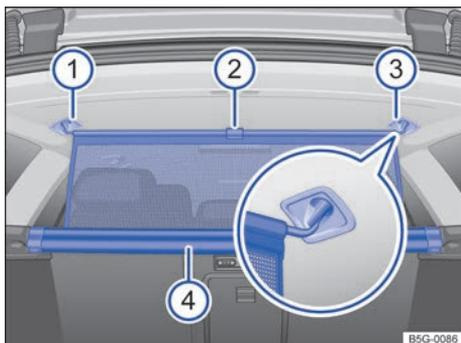

Fig. 163 En el maletero: enganchar la red de separación.
- Extraiga la red de separación de la carcasa ④ tirando hacia arriba de la lengüeta → fig. 163 ②.
- Enganche la red en el lado derecho → fig. 163 ③ (imagen ampliada).
- Enganche la red en el alojamiento del lado izquierdo → fig. 163 ① comprimiendo la barra transversal.
La red de separación está montada correctamente cuando los extremos en forma de T están enganchados fijamente en los alojamientos correspondientes → fig. 163 ③ y ①.
- Desenganche la barra transversal de los alojamientos → fig. 163 ③ y ①.
- Enrolle la red en la carcasa → fig. 163 ④ guiándola hacia abajo del todo con la mano.